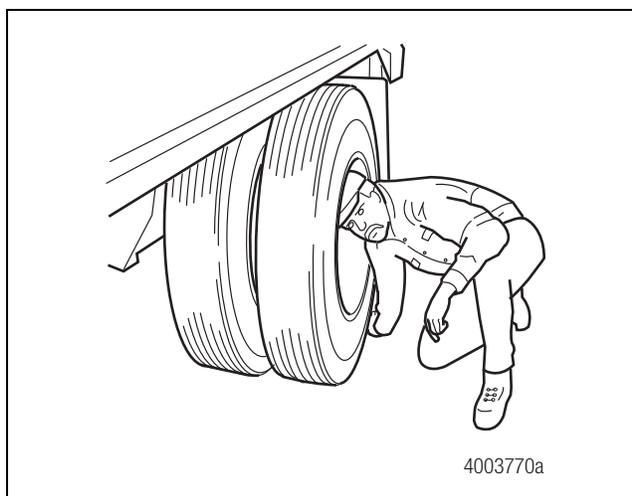

Figura 2.3
2. Escuche con cuidado para detectar un posible sonido de tono grave al girar la maza. Si los neumáticos están instalados, la rueda amplificará el ruido del extremo de rueda. Figura 2.3.